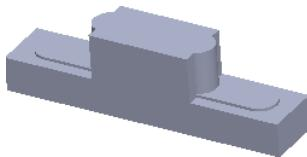
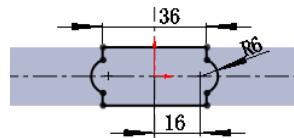

图 5.39.6 凸台-拉伸 3
图 5.39.7 横断面草图（三）
Step4. 创建图 5.39.6 所示的特征凸台-拉伸 3。横断面草图如图 5.39.7 所示。